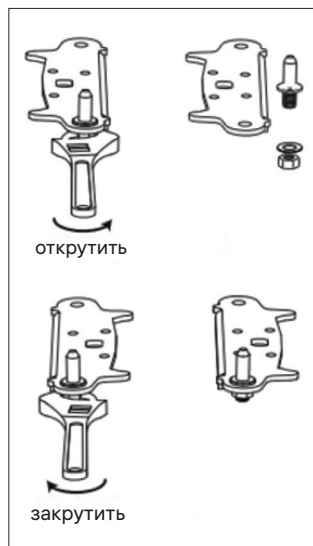

Рис. 4
5. Расположите морозильник таким образом, чтобы обеспечить доступ к его нижней части. Выкрутите регулируемые ножки. Открутите болты и отсоедините нижнюю петлю, расположенную на правой стороне морозильника. Открутите гаечным ключом штифт нижней петли, переверните петлю и установите штифт (рис. 4).